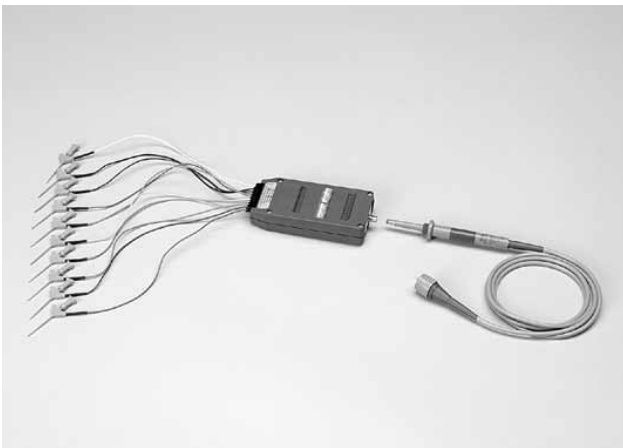

图 2.9. 字识别器探头。这些探头允许使用示波器在特定逻辑条件下分析特定数据波形。
分析数字波形的模拟特点要求使用示波器。但是，为隔离确切的成因，数字设计人员通常需要查看在具体逻辑条件下发生的特定数据脉冲。这要求逻辑触发功能，其更典型的是逻辑分析仪的逻辑触发功能，而不是示波器的逻辑触发功能。通过使用字识别器触发探头，如图 2.9 所示，可以在大多数示波器中增加这种逻辑触发功能。
图 2.9 中所示的特定探头是为 TTL 和兼容 TTL 的逻辑而设计的。它可以提供最多 17 个数据通道探头 (16 个数据位加判定器)，同时兼容同步操作和异步操作。通过手动设置探头头部的微型开关，可以把识别的触发字编程到探头中。在识别匹配字时，探头会输出一个 Hi (1) 触发脉冲，可以用来触发示波器采集相关数据波形或事件。